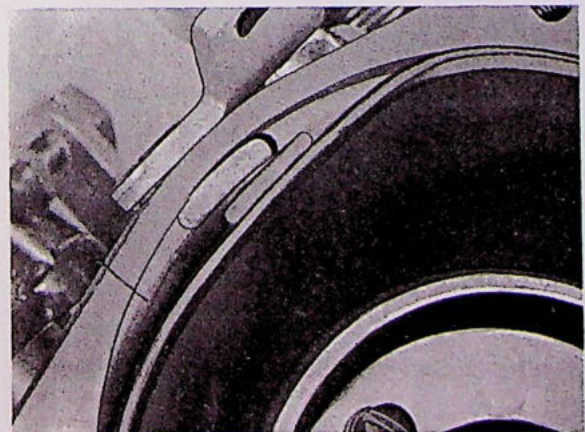

Fig. 2-87. Membraan gemonteerd in het huis
3. Monteer de schuif met het membraan in het huis. Zorg ervoor dat de nok in de korresponderende uitsparing van het huis valt (zie Fig. 2-87). (Zie voor opgezwollen membraan punt 1). Monteer de vacuümkamer zorgvuldig volgens de merktekens. De uitsparing en de geleiderand moeten goed passen, anders moet het membraan vernieuwd worden.